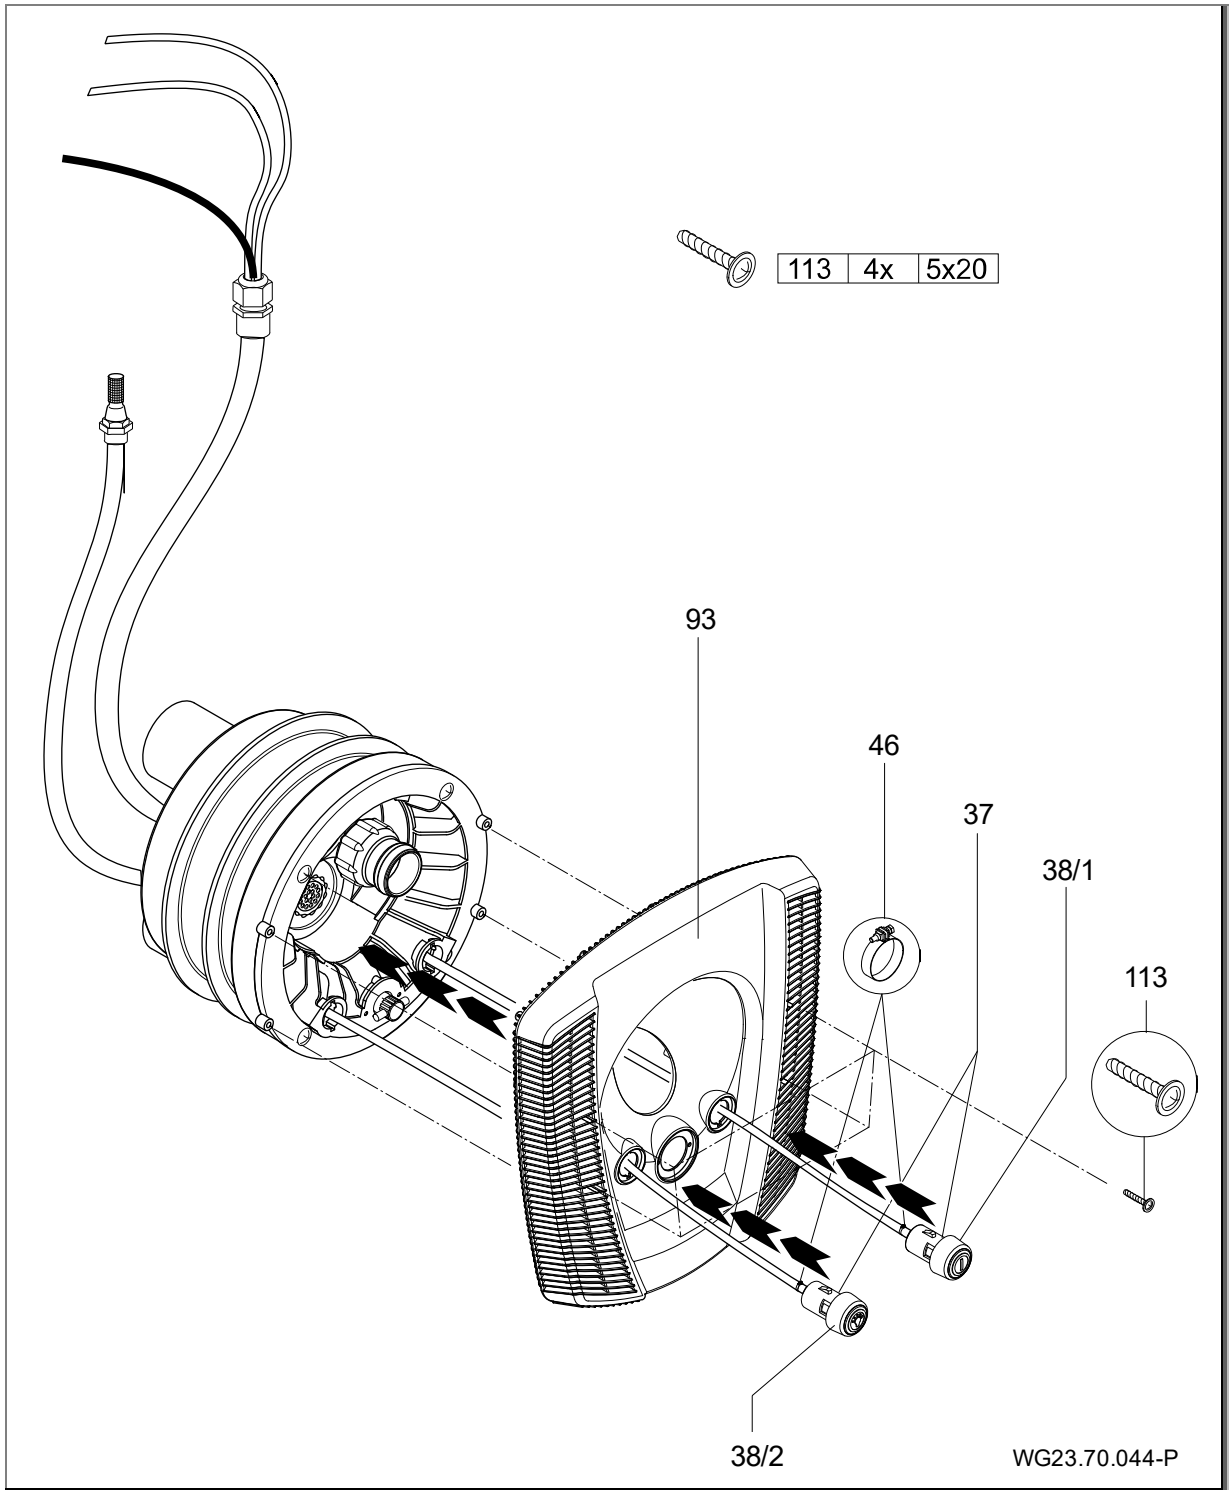

Fig. 18
6. Pasar las mangueras neumáticas por las aberturas de la placa (93) - encender y apagar la luz a la izquierda; encender y apagar la bomba a la derecha - y fijarlas a los pulsadores correspondientes con las abrazaderas para mangueras (46). (Fig. 18)